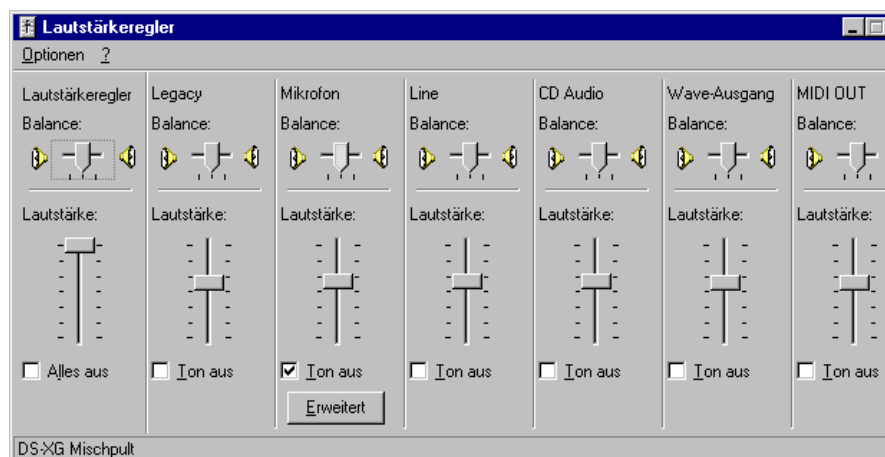

Abbildung 6-3: Der Mixer mit Mikrofon-Regler und Button "Erweitert"
4. Im Menü kann unter **Optionen** der Eintrag **Eigenschaften** gewählt werden, um eventuell versteckte Regler sichtbar zu machen. So kann z.B. der Regler **Mikrofon** hinzugefügt werden. Nachdem der Mikrofon-Regler dargestellt wird, kann im Menü der Eintrag **Erweiterte Einstellungen** aktiviert werden, damit man im Mixer den Button **Erweitert** sieht (wie in Abbildung 6-3 unten zu sehen ist).